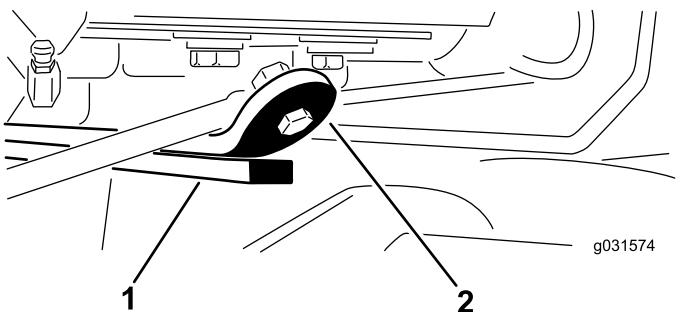

Figura 14
- Ligue o motor, eleve as unidades de corte e certifique-se de que a folga entre a fita de atrito na barra de atrito da parte superior da unidade de corte traseira e a correia do para-choques é de 0,51 a 2,54 mm, como se mostra na Figura 14.